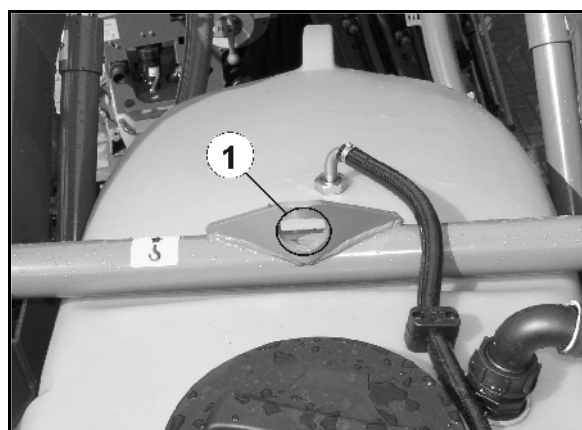
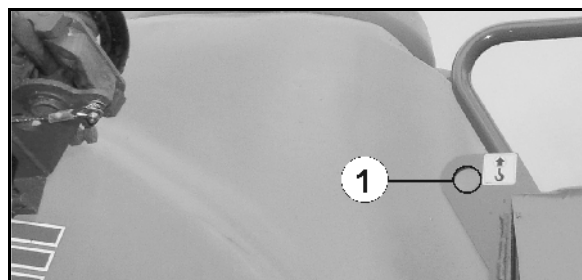

Bild 93
Bild 94
- 3000 kg bak (Bild 93)
- 1500 kg fram (Bild 94 / Bild 95)!
Det finns 3 lyftöglor på maskinen (Bild 93/1, Bild 94/1, Bild 95/1).